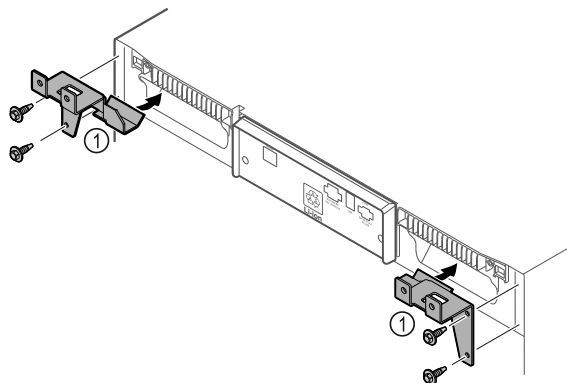

Fig. 66
- Halteteile Fig. 66 (1) mit selbstschneidenden Schrauben am Gerät montieren.